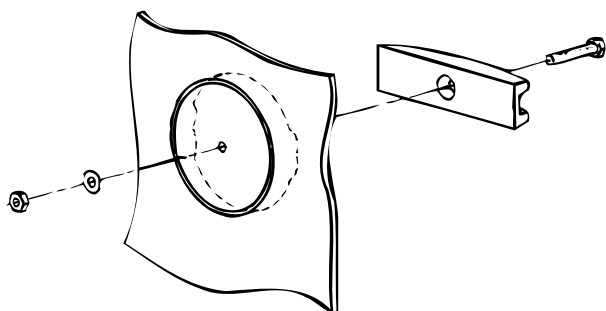

Bild 3: Lockborttagare
4. Vid topp- eller bakanslutning skall blindlocket avlägsnas med hjälp av specialverktyget som medföljer (se Bild 3).